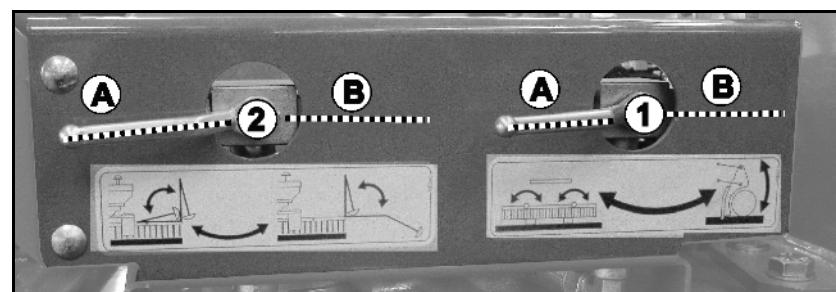

Рис. 104
10. Установите рычаг селектора (Рис. 104/1) в положение **A**.
4. При помощи гидравлики разложите загрузочный шнек (Рис. 104/2).
6. При помощи гидравлики приведите в действие загрузочный шнек (Рис. 104/1).
8. При помощи гидравлики сложите загрузочный шнек (Рис. 104/2).